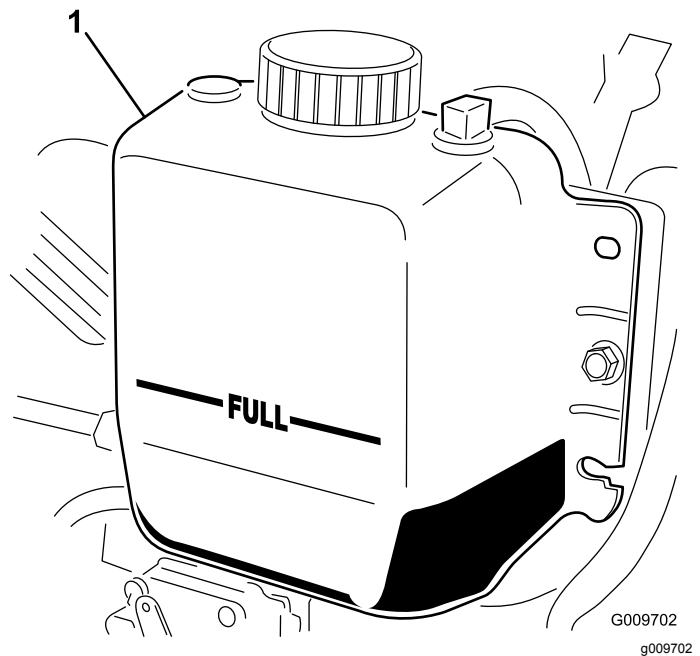

Bild 63
2. Prüfen Sie den Kühlmittelstand im Kühler. Der Kühler sollte bis zur Oberseite des Einfüllstutzens und das Ausdehnungsgefäß bis zur VOLL-Markierung gefüllt sein (Bild 63).